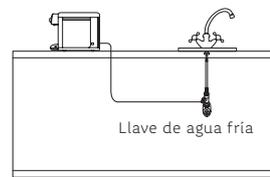

Figura 10.
4. Conecta un extremo de la manguera en la Válvula de entrada localizada debajo de tu tarja (ver Figura 10).